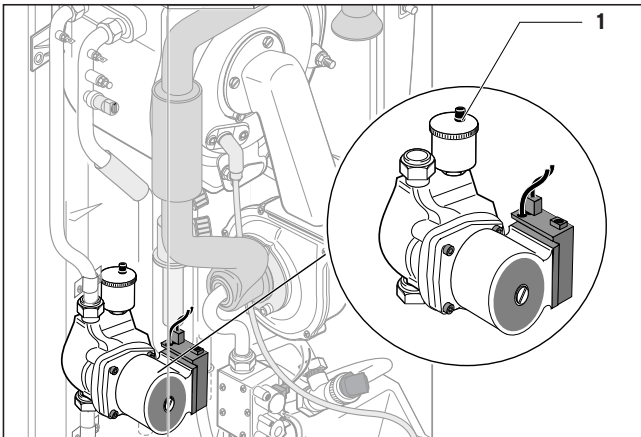

Abb. 5.1 Schnellentlüfter
- Lösen Sie die Kappe des Schnellentlüfters (1) an der Pumpe (Abb. 5.1) um ein bis zwei Umdrehungen (das Gerät entlüftet sich während des Dauerbetriebes selbsttätig über den Schnellentlüfter).